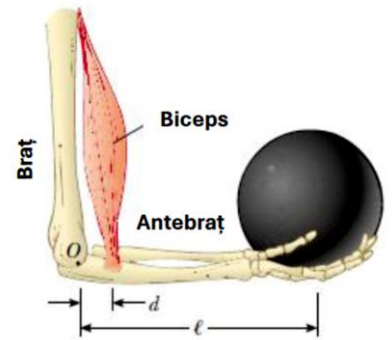

Figura 5
A) (3,0p) Un sportiv poate ține în mână o bilă cu masa $m = 5,0$ kg (figura 5). Pentru a explica mecanismul prin care mâna poate susține bila, un elev a realizat o schemă simplificată a mâinii în care sunt reprezentate două pârghii (braț, antebrăț) legate printr-o articulație (O) și un mușchi (biceps). Se cunoaște atât lungimea antebrăzului cu tot cu palmă $l = 35$ cm, cât și distanța dintre articulație și locul în care bicepsul acționează asupra antebrăzului, $d = 3,0$ cm. Centrul de greutate al antebrăzului cu palmă se află la distanța $a = 16$ cm față de articulație, iar masa este $M = 2,5$ kg. Desenează schema simplificată a antebrăzului care ține bila și calculează atât forța ce acționează asupra antebrăzului (\vec{F}) pentru a-l menține orizontal, cât și reacțiunea în articulație (\vec{F}_R). Se consideră accelerația gravitațională $g = 10$ m/s².